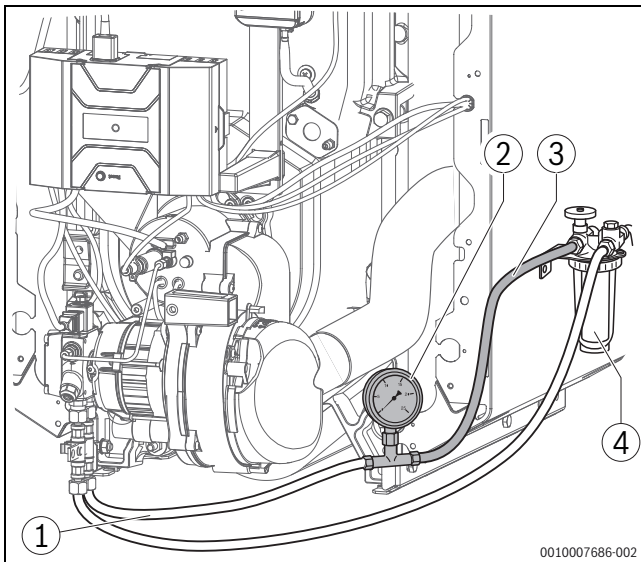

Bild 20 Ölfilter, Vakuummeter und transparenter Schlauch (dargestellt: 18-49 kW)
- ▶ Vakuummeter (→ Bild 20, [2]) mit transparentem Schlauch (→ Bild 20, [3]; Zubehör), wie dargestellt, zwischen Ölfilter (→ Bild 20, [4]) und Ölsaugleitung (→ Bild 20, [1]) montieren.
- ▶ Blasenfreiheit des angesaugten Öls über den transparenten Schlauch (→ Bild 20, [3]) kontrollieren.
- ▶ Ölsperrhahn am Ölfilter (→ Bild 30) schließen und transparenten Schlauch (→ Bild 30) mit Vakuummeter (→ Bild 20) demontieren.
- ▶ Ölsaugleitung (→ Bild 20) an den Filteranschluss des Ölfilters anschließen.